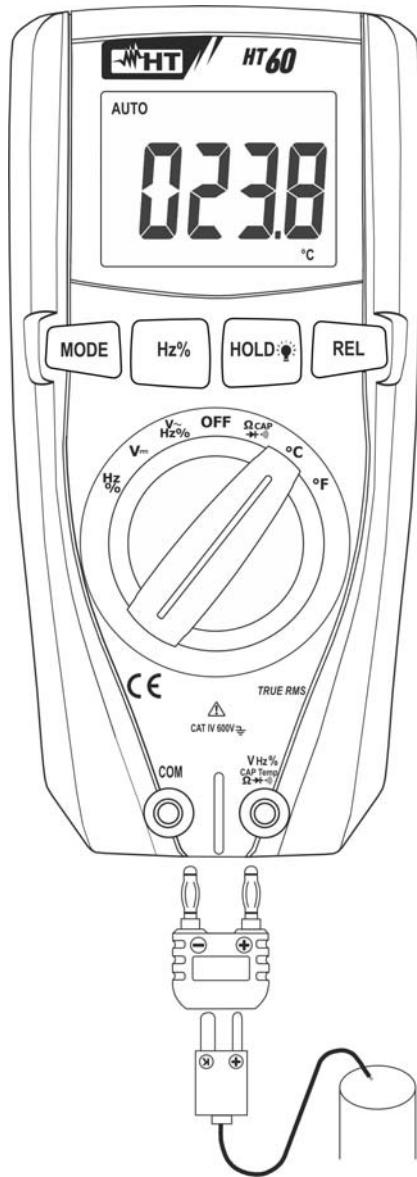

Fig. 8: Uso del instrumento para medida de Temperatura
2. Inserte el adaptador en dotación en los terminales de entrada **VHz%CAPTemp Ω►+•||** (polaridad +) y **COM** (polaridad -) (vea Fig. 8)